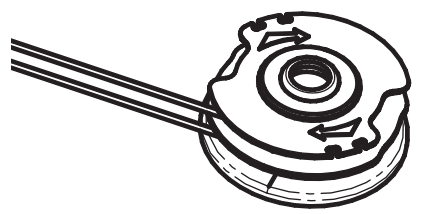

Fig. 17
- Enrolle la línea en la bobina girándola en el sentido de las agujas del reloj (Fig. 17). La línea debe enrollarse cómodamente alrededor de la bobina. No tuerza ni entrecruce la línea. Enrolle la línea hasta que queden 4 pulg. aproximadamente.